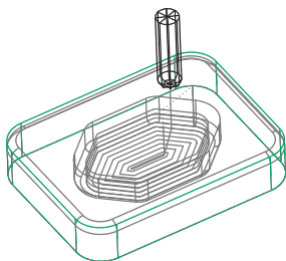

图 3.8.10 刀具的行走路线
Step1. 在 ▼ NC SEQUENCE (NC 序列) 菜单中选择 Play Path (播放路径) 命令，此时系统弹出 ▼ PLAY PATH (播放路径) 菜单；然后在 ▼ PLAY PATH (播放路径) 菜单中选择 Screen Play (屏幕播放) 命令。单击“播放路径”对话框中的  按钮，观察刀具的行走路线，如图 3.8.10 所示。